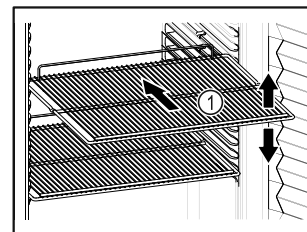

Fig. 50 Beispielhafte Darstellung
- ❑ Wenn Ablageflächen Fig. 50 (1) versetzbar sind, Ablageflächen je nach Höhe anpassen.